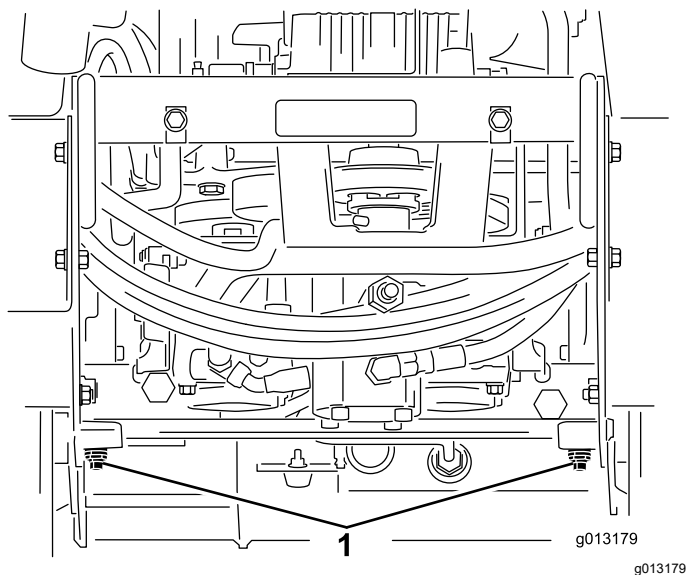

Figura 20
4. Folosind o cheie, rotiți supapele de remorcare de pe pompele hidraulice de două ori în sens invers acelor de ceasornic (Figura 20).